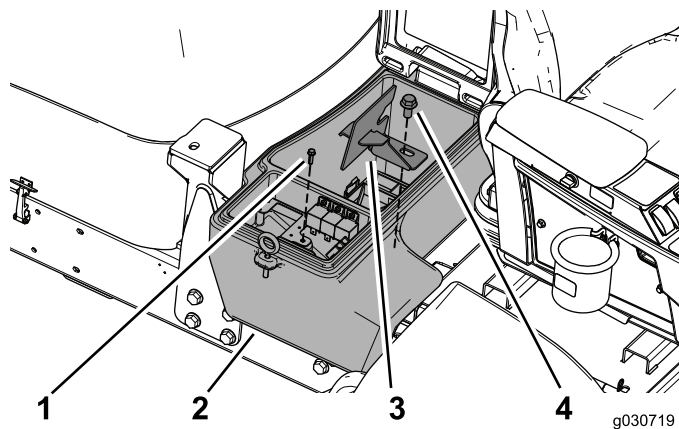

Figura 22
5. Utilizzate la vite per fissare la piastra del cablaggio preassemblato e il bullone (1/2 x 1 poll.) per fissare la fascetta del vano batteria e il vano batteria alla macchina (Figura 22).